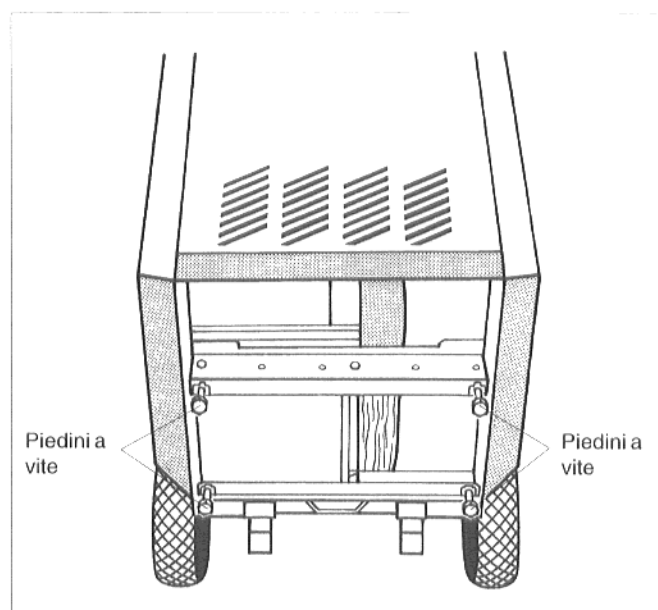

Fig. 5: Parte inferiore della caldaia
- Avvitare da sotto le quattro viti per la messa in posa fino a circa 5-10 mm nelle filettature nelle guide di fondo (Fig. 5).